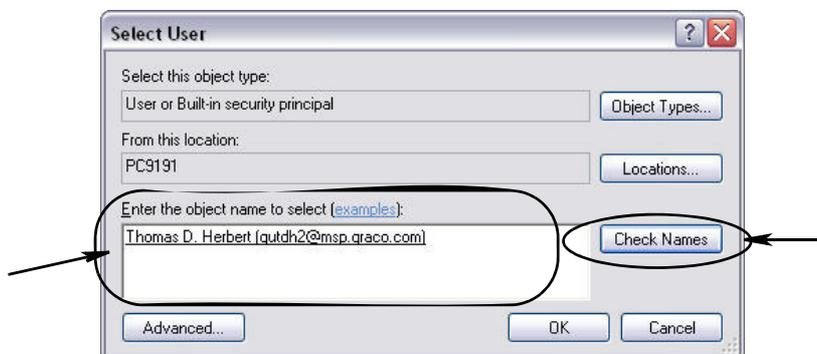

FIG. 40
- h. La boîte de dialogue illustrée par la FIG. 40 s'affiche. Dans le champ "Enter the object name to select" (Entrer le nom de l'objet à sélectionner), tapez votre nom d'utilisateur. Cliquez ensuite sur le bouton "Check Names" (Vérifier les noms).